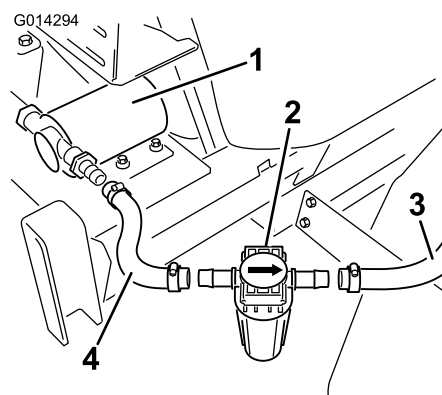

Figura 23
2. Instale o filtro alinhado com as extremidades abertas dos tubos que saem da bomba e dos bicos de lavagem (Figura 23).